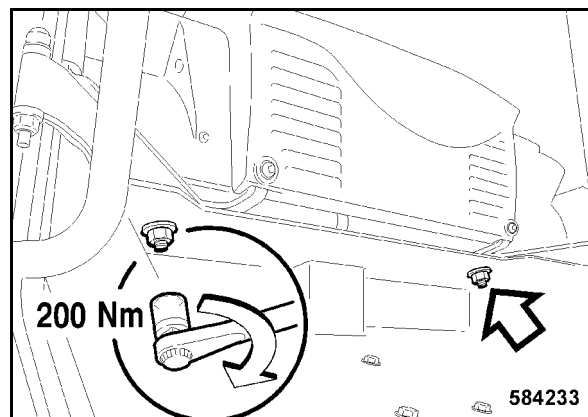

Fig. 181
- Enroscar tuercas con arandelas en ambos espárragos y apretarlas con 200 Nm (Fig. 181).